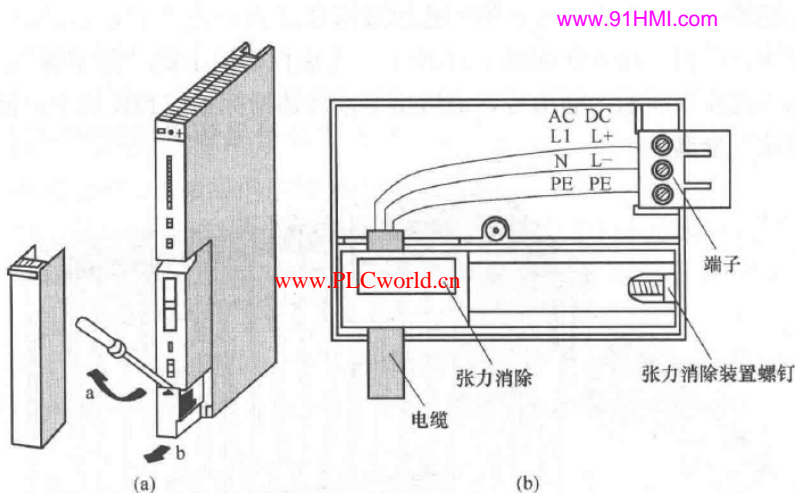

图 1-17 拆卸电源连接器并接线
在接线前，必须将电源连接器从 PS 上取下，其操作步骤为：首先打开电源模块的盖子，再用合适的工具在提供的开口处撬动连接器，使它与 PS 分离 [见图 1-17(a)]，然后将连接器从 PS 中向前拉出 [见图 1-17(b)]。
为电源连接器接线，可参考图 1-17 (b)，按如下步骤进行：①如果使用带有绝缘的装有护套的软电缆，则应去除 70mm 的外部绝缘材料；②将不需要连接保护性接地 (PE) 的两个线芯截短 10mm；③将线芯外皮剥去 7mm；④松开电源连接器外盖上的螺钉，打开连接器；⑤松开张力消除装置的螺钉，并插入电缆；⑥按电源连接器外盖上的连接线芯，将较长的线芯连接到 PE，并拧紧线芯的螺钉。